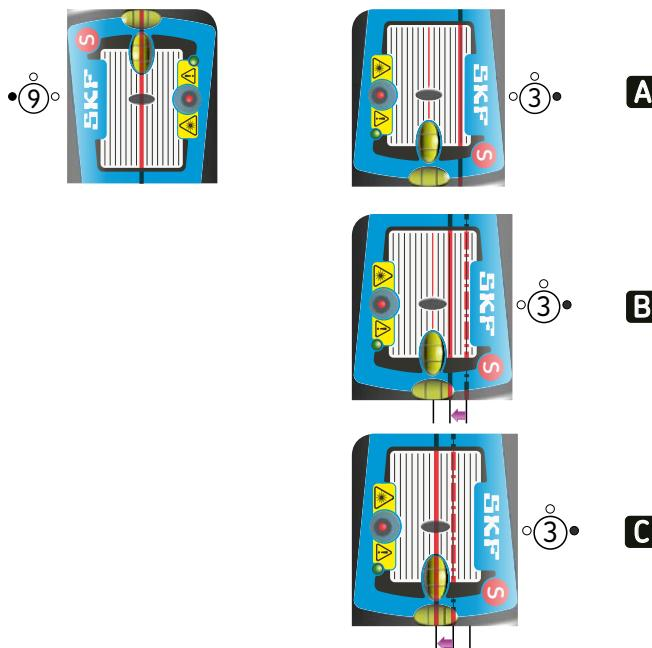

Abb. 13. Grobausrichtung
- d) Falls der Wellenversatz der beiden Aggregate zu groß ist, besteht die Gefahr, dass der Laserstrahl nicht auf die Zielscheibe auft trifft. Wenn dies der Fall ist, ist eine Grobausrichtung der Aggregate notwendig. Richten Sie dabei den Laserstrahl auf die Empfänger in der 9-Uhr-Position. Drehen Sie die Messeinheiten in die 3-Uhr-Position, wenn die Strahlen nicht auf die Empfänger treffen. Stellen Sie den Strahl, wie in Abb. 13 dargestellt, mittig zwischen der aktuellen Position und Mittelpunkt Zielscheibe ein und richten Sie das bewegliche Aggregat so aus, dass der Laserstrahl mittig auf die Zielscheibe auftreffen kann.